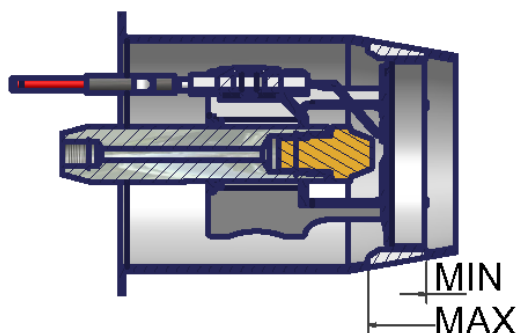
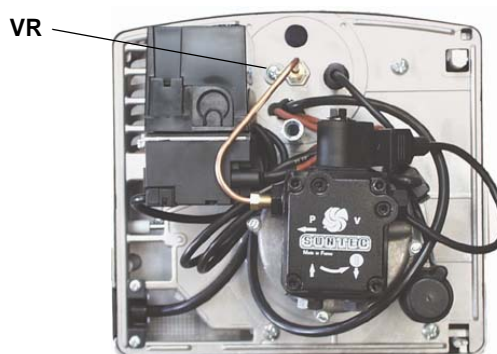

Fig. 22
Fig. 23
El quemador se regula en fábrica con el cabezal en la posición "MÁX.", que corresponde a la potencia máxima (cabezal completamente hacia adelante). Para el funcionamiento a potencia reducida retroceder gradualmente la cabeza de combustión hacia la posición "MÍN.", girando el tornillo VR (Fig. 23) en sentido horario.
- 1 Enganchar la placa en uno de los modos indicados en las Fig. 22 y Fig. 23 para facilitar las operaciones de mantenimiento.
⚠ ATENCIÓN: los electrodos (E en Fig. 23) se deben posicionar al lado de la cabeza de combustión.
⚠ NOTA: Cuando se vuelve a montar la placa de componentes, prestar atención que el perno del registro entre en la sede específica B (véase Fig. 23).